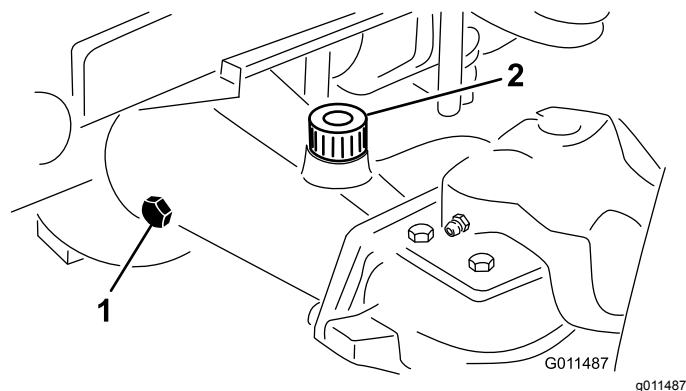

Figure 94
- Enlevez un bouchon de contrôle à l'extrémité du pont et vérifiez que le lubrifiant atteint la base de l'orifice (Figure 94).